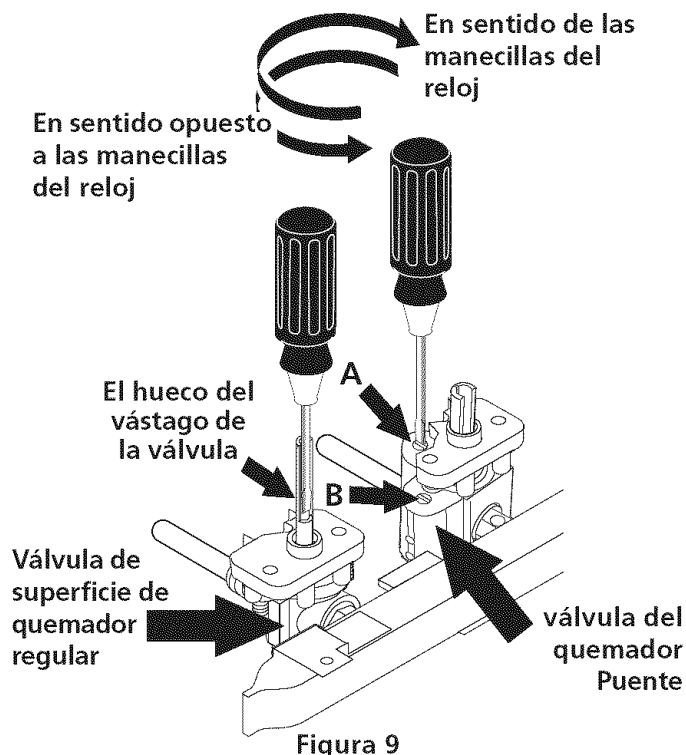

Figura 9
4. Ajuste bajo ("LO") ara la válvula de los quemadores de superficie (Figura 9)
5. Ajuste bajo "LOW" para la válvula de quemador de superficie puente (Figura 9) (algunos modelos)